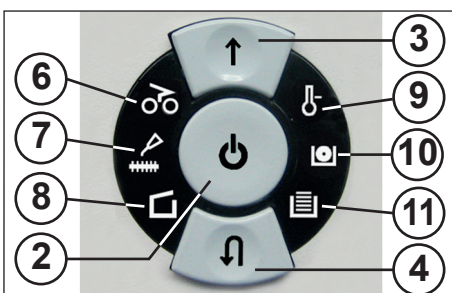

Fig. 1
- 2 = Botão das funções (Fig. 1)**
- 3 = Botão de avanço (Fig. 1)**
- 4 = Botão de retrocesso (Fig. 1)**
- 6 = Indicador de controlo (Fig. 1)**
- 7 = Indicador de controlo (Fig. 1)**
8 = Indicador de controlo (Fig. 1)
9 = Indicador de controlo (Fig. 1)
“Depósito de CDs/DVDs cheio” (Fig. 1)
“Depósito / Saco colector de papel cheio” (Fig. 1)